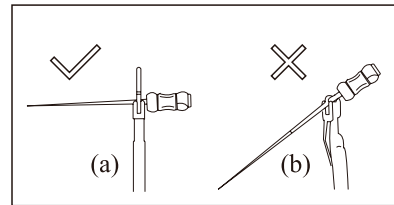

Abbildung 22
d) Bitte beziehen Sie sich auf [Bild 22 (a)], um die Nadelfeile zu greifen. Wenn, wie in [Abbildung 22 (b)], die Länge des Wurzelkanals aufgrund der unangemessenen Kraft nicht richtig gemessen werden kann und die Vorderseite des Wurzelkanalstifts leicht abgenutzt wird.